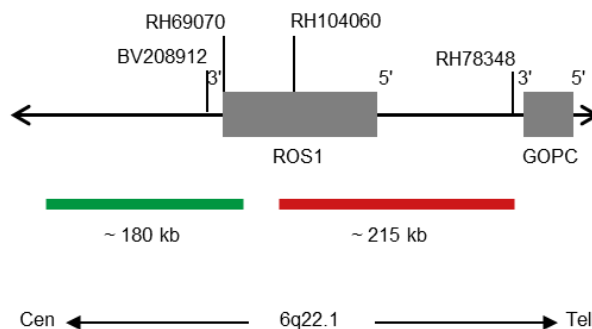

Fig. 1: SPEC ROS1 Cartographie de la sonde (pas à l'échelle)
- Polynucléotides marqués à la digoxigénine (~0,50 ng/ μ l), qui visent la cartographie des séquences dans 6q22.1* (chr6:117,448,964-117,627,255) proximale de la région des points de rupture de ROS1 (voir Fig. 1).
- Polynucléotides marqués aux dinitrophényles (~0,75 ng/ μ l), qui visent la cartographie des séquences dans 6q22.1* (chr6:117,659,135-117,871,701) distale de la région des points de rupture de ROS1 (voir figure 1).